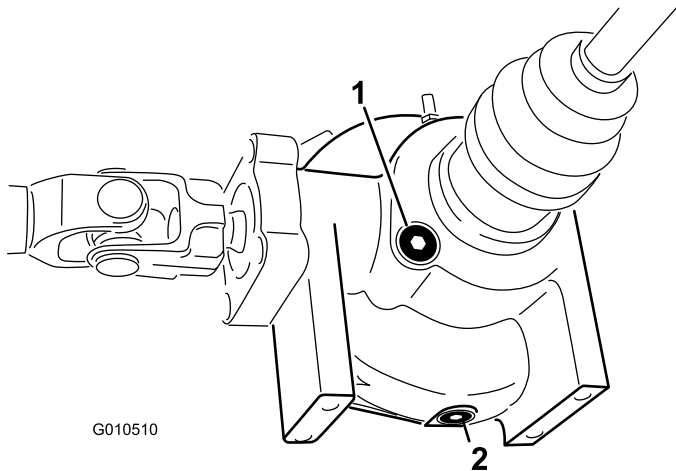

Bild 51
2. Reinigen Sie den Bereich um die Ablassschraube an der Seite des Differenzials (Bild 51).